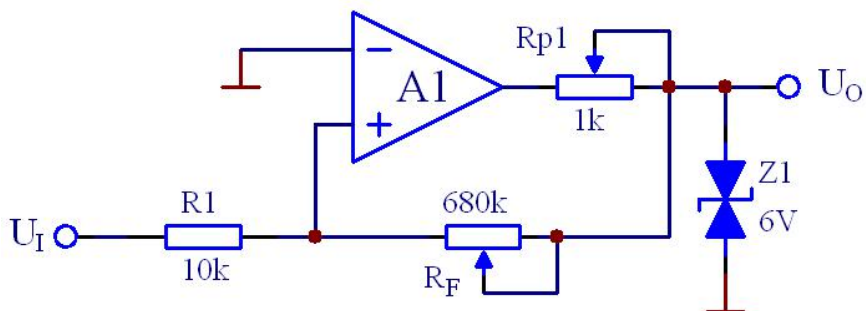

图 10.3 同相滞回比较电路
3. 分析图 10.3 电路，重复 2 的各步。
实验电路为图 10.3 所示, 调节  $R_{P1}$  到最大。